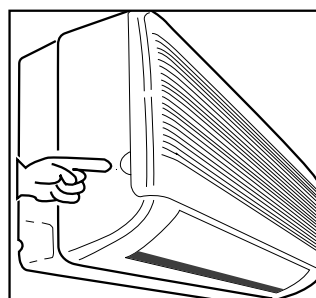

図1
1. 室内機の前面パネル左右の下端に指をかけ（前面パネルに指をかけやすいように、本体側にくぼみがあります：図1）、手前に引きます。ロックが外れ前面パネルが上端を支点に開きます。